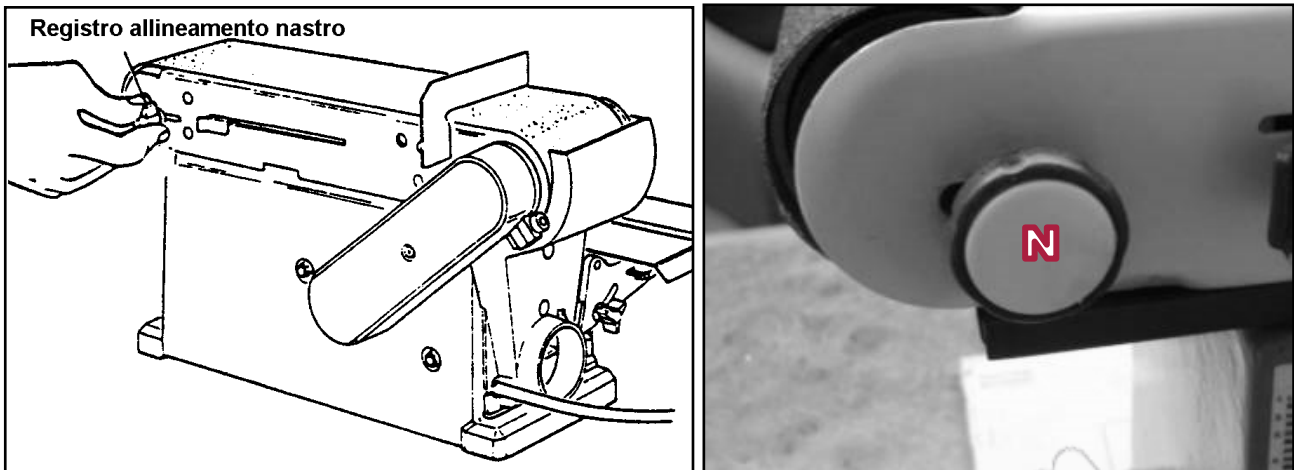

Figura 14 – Allineamento del nastro abrasivo.
4. Spostate la leva (M) a sinistra (dalla parte del motore elettrico) per mettere in tensione il nastro abrasivo.
6. Se il nastro tende a sfilarsi, muovendosi verso il disco abrasivo, ruotate la manopola di allineamento (N) in senso orario per $\frac{1}{4}$ di giro (figura 14), quindi riavviate la macchina per qualche secondo e controllate se il nastro tende ancora a muoversi.
7. Viceversa, se il nastro si muove in direzione opposta al disco abrasivo, ruotate la manopola di allineamento (N) in senso antiorario per $\frac{1}{4}$ di giro (figura 14), quindi riavviate la macchina per qualche secondo e controllate se il nastro tende ancora a muoversi.